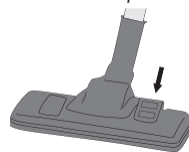

Figure 4 Surfaces molles ou dures
5. Pour adapter la position de l'embout d'aspiration à la surface dure ou molle, faites jouer du bout du pied l'interrupteur de position de l'embout; voir la figure 4. Sur une surface dure, vous faites basculer l'interrupteur en arrière, de sorte que la brosse dépasse de l'embout d'aspiration. Sur une surface molle, vous faites basculer l'interrupteur en avant.